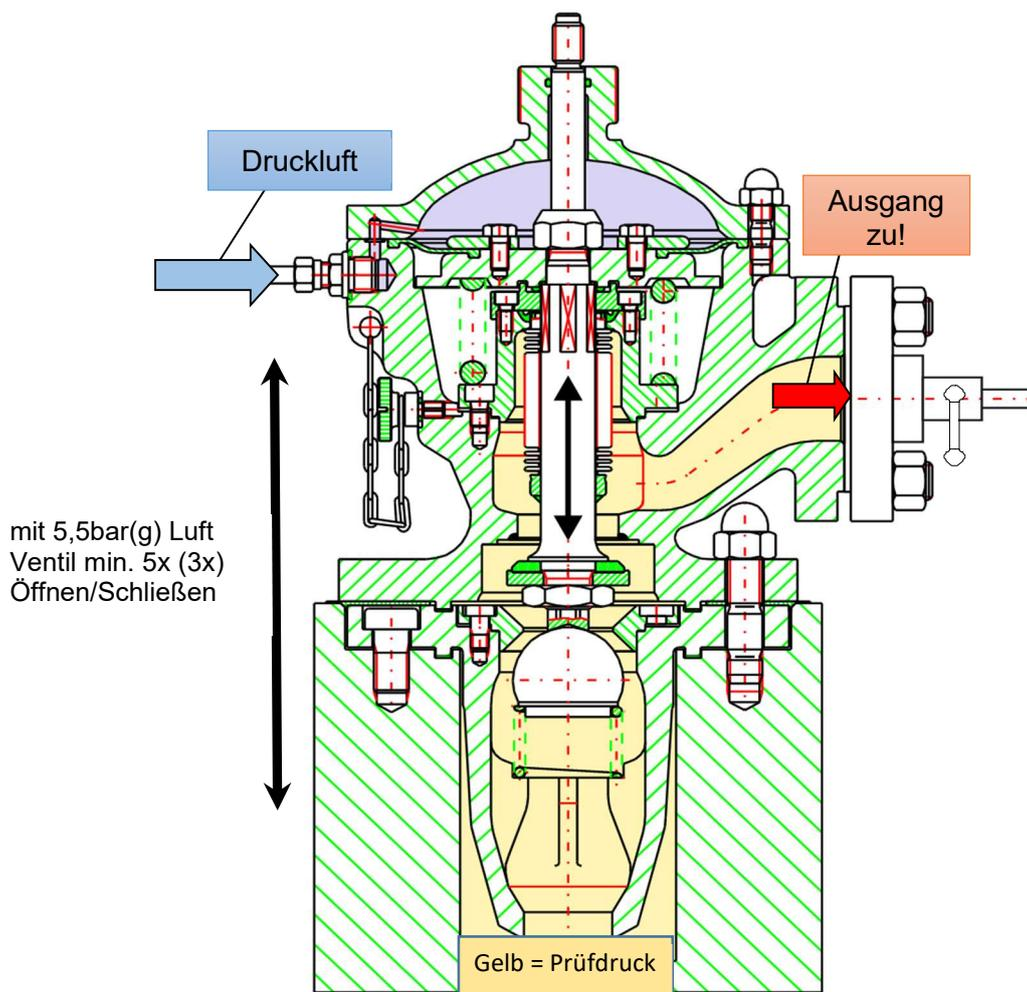

Bild 10: Bedienung mit pneumatischem Antrieb und Prüfdruck im Ventil
4.2 Bedienung der kompletten Ventileinheit mit dem pneumatischen Antrieb und mit Prüfdruck im Ventil Bild 10 - **FÜR NEUE UND INSTANDGESETZTE VENTILE**